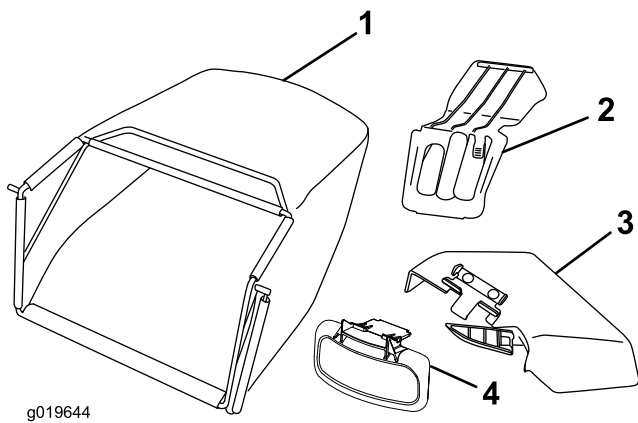

Figure 10
5. Amenez la commande d'accélérateur en position **haut régime** quand le moteur démarre (Figure 10).